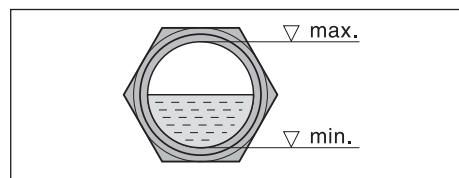

Fig. 5 Nivel de aceite
- b) Tras una eventual corrección del sentido de giro, poner el motor de nuevo en marcha y apagarlo después de 2 minutos para reponer aceite hasta el borde superior de la mirilla (Fig. 5/I). Ir reponiendo aceite por la boca de llenado (Fig. 2/H) hasta que todas las tuberías de aceite estén completamente llenas.